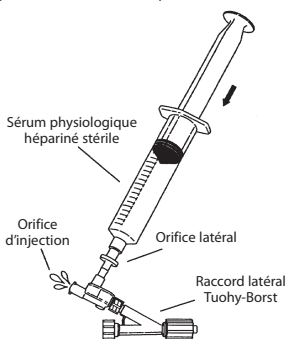

Fig. 2
4. Raccorder la double valve anti-retour à l'adaptateur Tuohy-Borst transparent. La valve Tuohy-Borst doit être fermée à fond. Raccorder une seringue de 20 mL remplie de sérum physiologique hépariné à l'orifice latéral de la double valve anti-retour et évacuer lentement l'air par l'orifice d'injection. (Fig. 2)